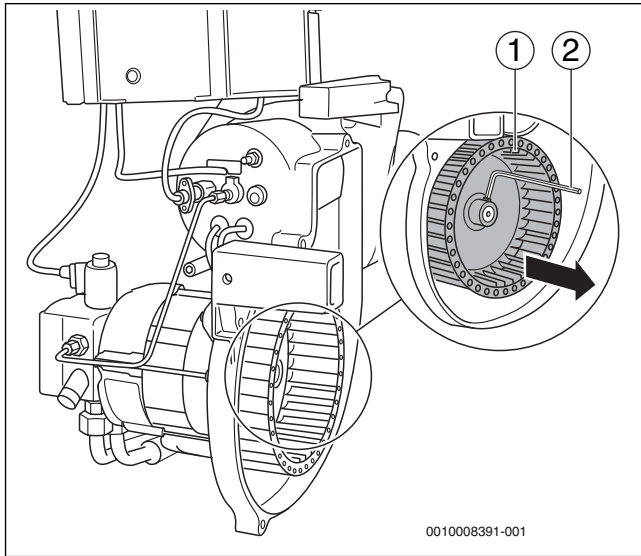

Fig. 33 Contrôler la turbine du ventilateur, la nettoyer si nécessaire
- ▶ Détacher la turbine du ventilateur (→ fig. 33, [1]) avec une clé à six pans creux (→ fig. 33, [2]) et la retirer de l'arbre de transmission.
- ▶ Remonter la turbine du ventilateur (→ fig. 33, [1]).